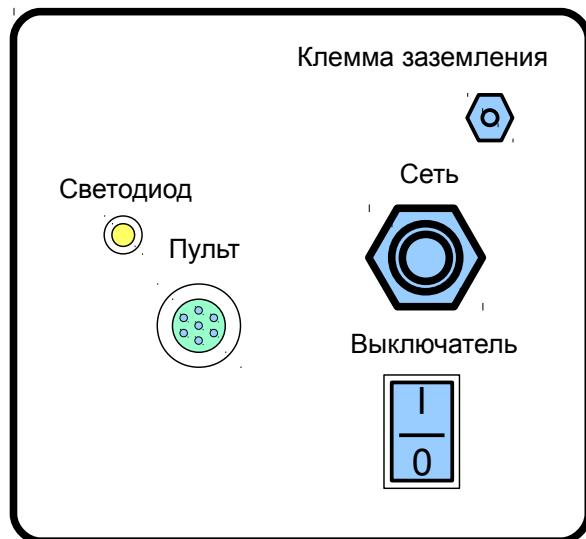
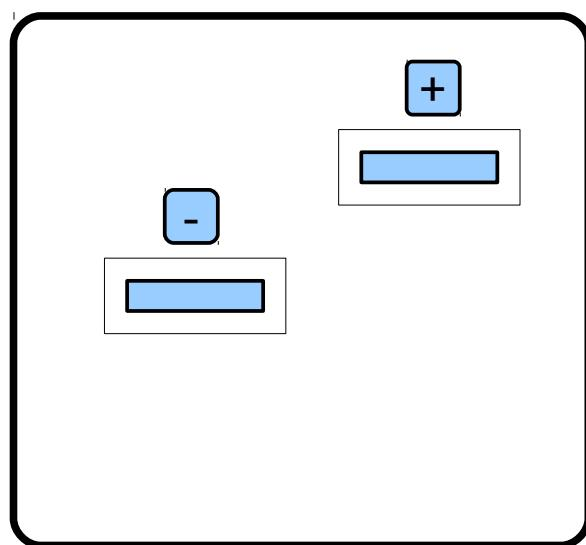

Рис. 1. Внешний вид силового блока с лицевой стороны.
Рис. 2. Внешний вид силового блока с тыльной стороны
1.4.1.2 Силовой блок состоит из металлического корпуса, охладителя с установленным на нем вентилятором. Внутри корпуса расположены печатные платы с расположенными на них радиоэлементами, силовой трансформатор и выходной фильтр. Печатные платы и остальные элементы, расположенные внутри корпуса, покрыты специальным защитным составом, исключающим доступ агрессивных агентов к внутренним элементам силового блока. Источник охлаждается внешним обдувом, что так же минимизирует проникновение агрессивных агентов внутрь корпуса силового блока. На лицевой панели силового блока расположены: сетевой шнур питания с трехфазной вилкой, предохранители, клемма заземления, соединитель для подключения выносного пульта управления. Вид силового блока с лицевой стороны показан на рис. 1. На тыльной панели силового блока расположены выходные клеммы. Вид силового блока с тыльной стороны показан на рис. 2. Маркировка выходных клемм указана для прямого тока.